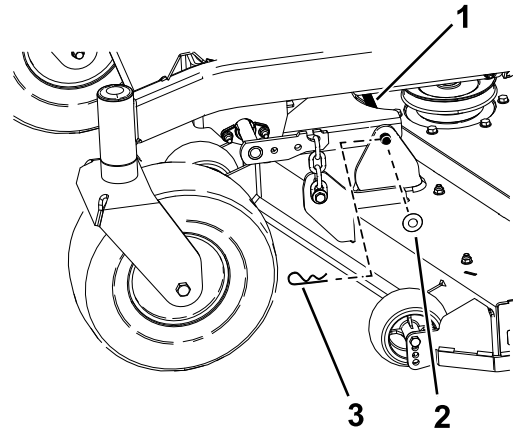

Figura 66
- Retire la chaveta y la arandela que sujetan el pasador de enganche al bastidor y a la carcasa; retire el pasador de enganche (Figura 66).
9. Sujete el perno de enganche con las chavetas y las arandelas que retiró anteriormente (Figura 66).